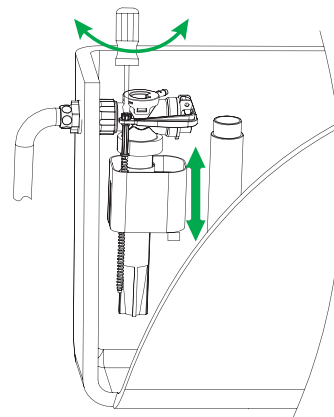

Рис. 4 / 4-сур.
4. Дополнительные более точные регулировки уровня воды можно установить, используя винт точной регулировки (рис. 4).